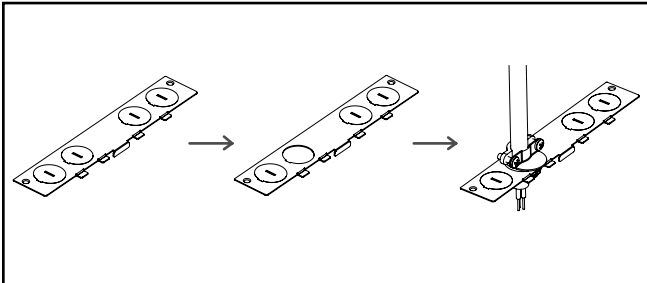

Figura 19.
8. Retire el orificio ciego e instale el cable flexible blanco, que viene incluido en el kit, utilizando un aliviador de tensión adecuado (no incluido). Ver Figura 19.